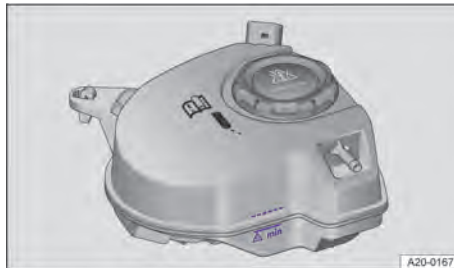

Abb. 220 Im Frontraum: Markierung an dem Kühlmittelbehälter (Prinzipdarstellung).
1. Kühlmittelstand im kalten Zustand an den seitlichen Markierungen des Kühlmittelbehälters prüfen → Abb. 220. Der Kühlmittelstand muss innerhalb der Markierungen liegen
2. Nur neues Kühlmittel gemäß der Spezifikation bis zur oberen Füllstandsmarkierung nachfüllen → Seite 379. Kühlmittelstand muss nach dem Auffüllen des Kühlmittels innerhalb der Markierungen am Kühlmittelbehälter liegen → Abb. 220.